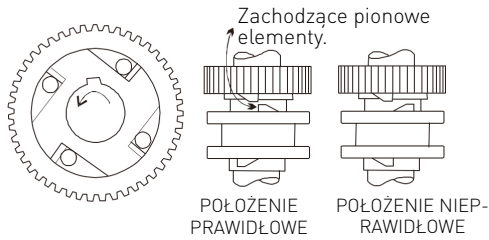

Rys. 2: Zespół osiowy
- Zespół osi przekładni (Rys. 2);